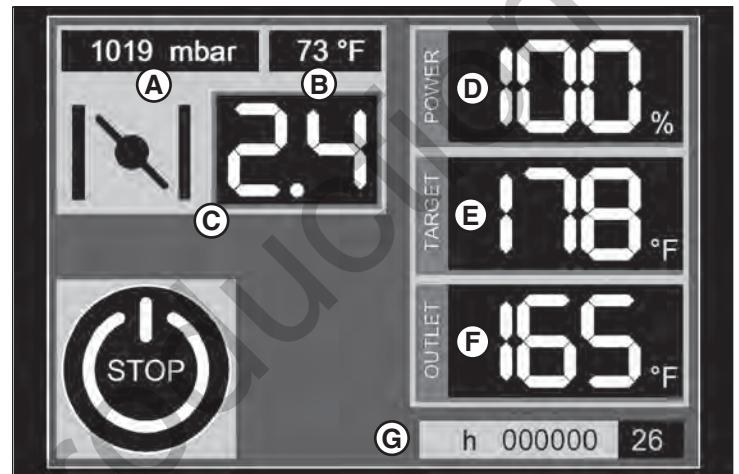

Figura 29
- Después de que se encienda el ventilador aparecerá la pantalla RUN (Marcha) (Figura 29) Se mostrará la siguiente información:
- (A) La presión barométrica en milibares.
- (B) La temperatura ambiente en grados Fahrenheit.
- (C) El ajuste del amortiguador.
- (D) La eficiencia del calentador en porcentaje.
- (E) La temperatura objetivo de salida en grados Fahrenheit.
- (F) La temperatura real de salida en grados Fahrenheit.
- (G) Las horas totales en el calentador.